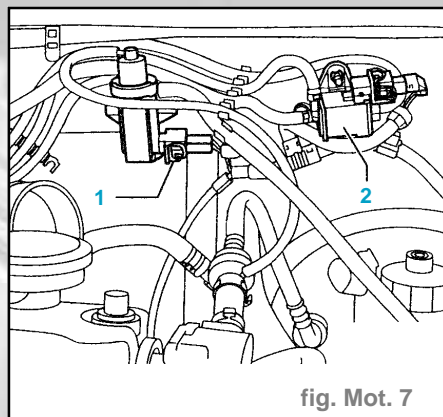

fig. Mot. 7
- Débrancher la fiche (1) de la soupape de recyclage des gaz d'échappement (fig. mot. 7)